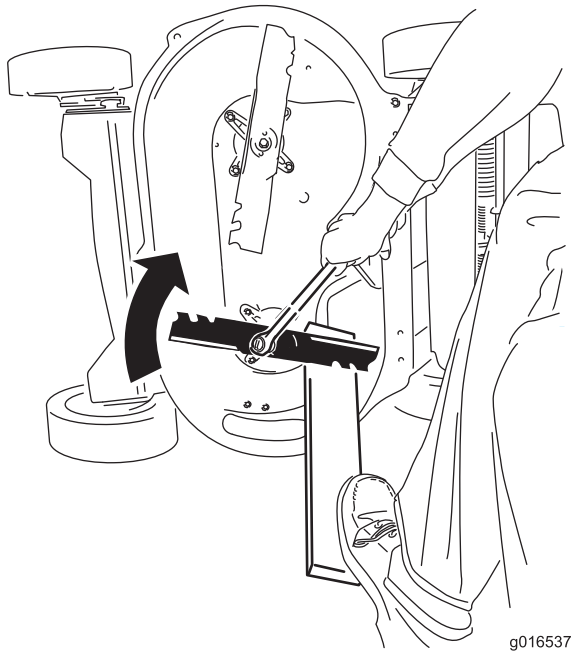

Bild 40
- Halten Sie jedes Messer mit einem Brett fest und drehen Sie die Messerschraube mit einem Drehmomentschlüssel nach rechts, wie in Bild 40 abgebildet. Ziehen Sie jede Messerschraube mit 82 N·m an.